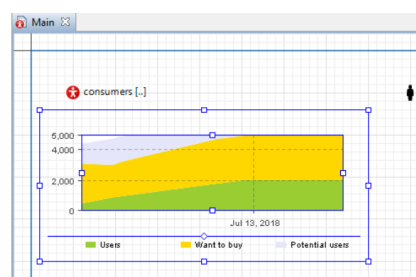

Рисунок 7.9 – Розділ елемента
10. Зробіть щойно визначений елемент даних другим у списку, вибравши розділ елемента та натиснувши кнопку *up* (рис. 7.9).